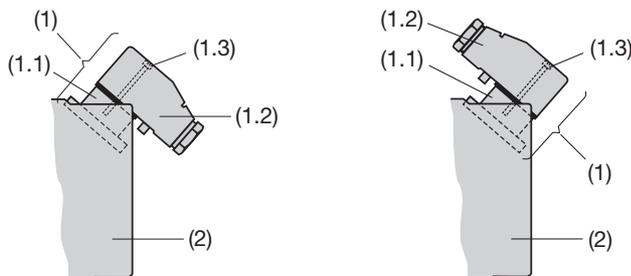

Bild 4. Rückenteil (2) mit Steckverbinder (1). Links: Steckverbinder nach hinten gerichtet. Rechts: Steckverbinder nach vorn gerichtet.
Der **Steckverbinder** (1) besteht aus dem Stecker (1.1), der am Rückenteil (2) des Messumformers befestigt ist, und der abziehbaren Leitungsdose (1.2), die den Leitungsabgang (Verschraubung PG 11) und 7 Schraubklemmen (für Drahtquerschnitte bis max. 1 mm2) umfasst. Der Stecker kann so montiert werden, dass die Dose mit dem Leitungsabgang nach hinten (Bild 4, links) oder nach vorn (Bild 4, rechts) gerichtet ist.